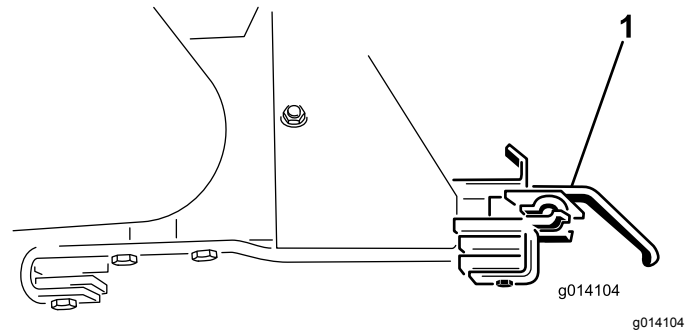

Figura 58
18. Retire os dois suportes de ligação do acessório (Figura 58).